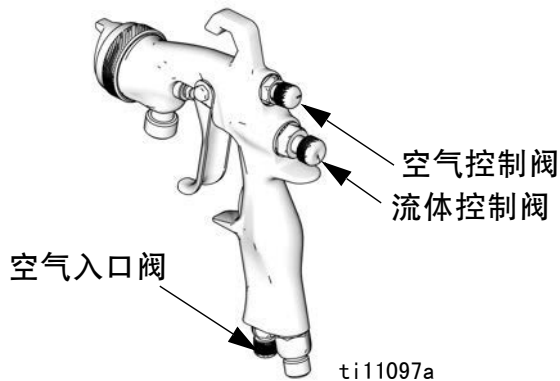

图 3
2. 为实现完全扇形模式、逆时针转动旋钮到最大、打开空气控制阀。请参见图 3。
3. 为产生圆形模式、顺时针转动空气控制阀到最大、关闭模式空气。请参见图 3。